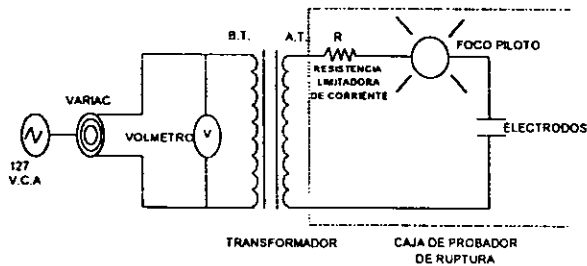

Fig. 3
f) Con ayuda del instructor arme el dispositivo de la fig. 3